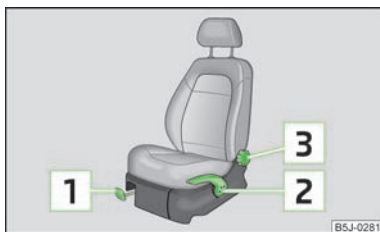

Fig. 35
- Puxe a alavanca **1** » Fig. 35 para cima e, simultaneamente, empurre o banco para a posição pretendida.
- Se pretender levantar o banco, puxe a alavanca **2** » Fig. 35 para cima e accione-a tantas vezes quantas as necessárias nesse sentido.
- Não exerça qualquer força sobre o encosto do banco (não se encoste) e rode manualmente a roda **3** » Fig. 35, para ajustar a inclinação do encosto pretendida.